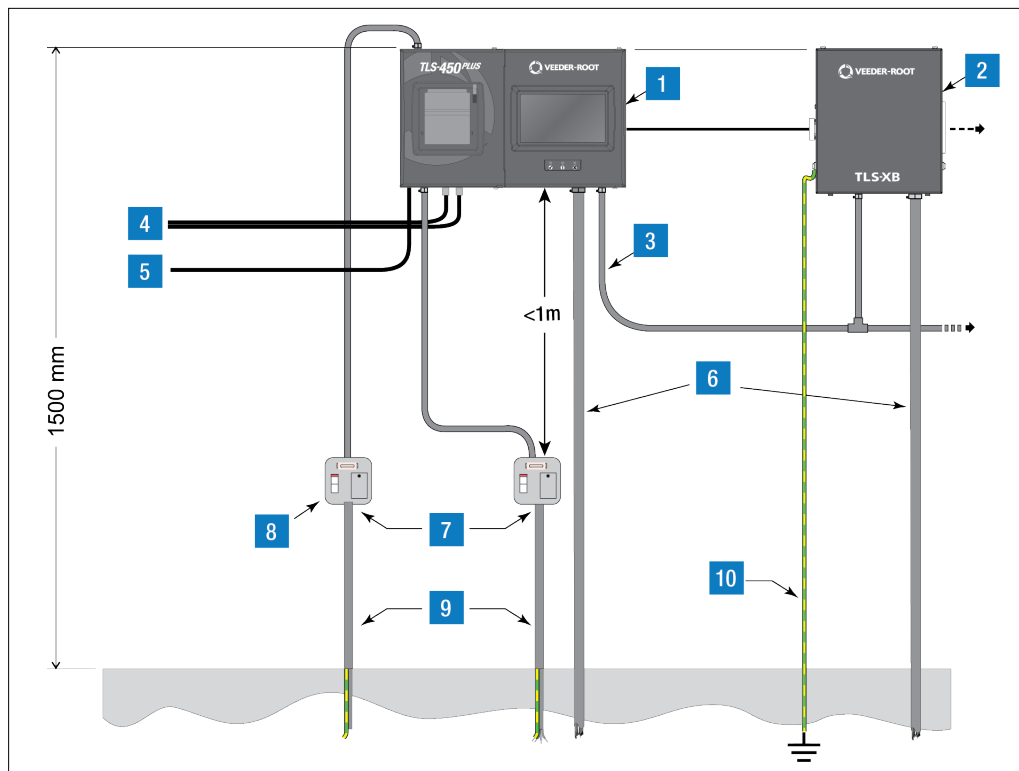
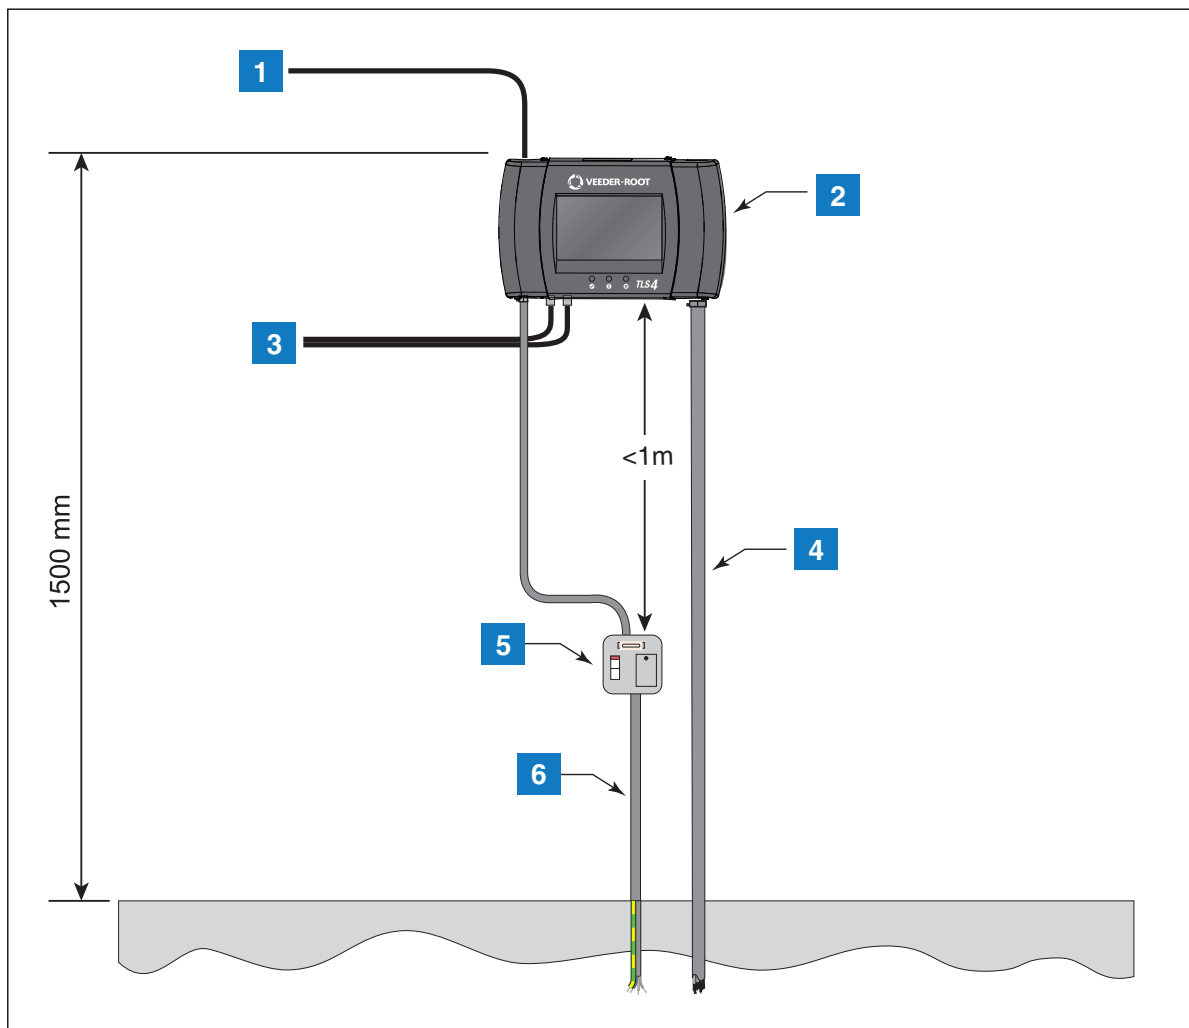

Figura 1. Ejemplo de instalación de una consola TLS-450PLUS/8600 con TLS-XB
Figura 4. Ejemplo de instalación de una consola TLS4/8601
La consola del sistema debe colocarse en una pared interior del edificio de la estación de servicio a una altura de 1500 mm desde el nivel del suelo. De la Figura 1 a la Figura 4, se muestran ejemplos de disposición de la instalación de la consola.
### LEYENDA PARA LOS CUADROS NUMERADOS DE LA Figura 1
**LEYENDA PARA LOS CUADROS NUMERADOS DE LA Figura 4**